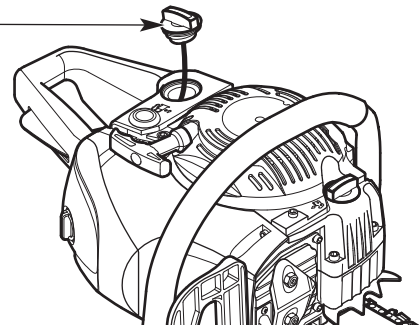

Fig. 2
2. Retirez le bouchon du réservoir de carburant (Fig. 2).